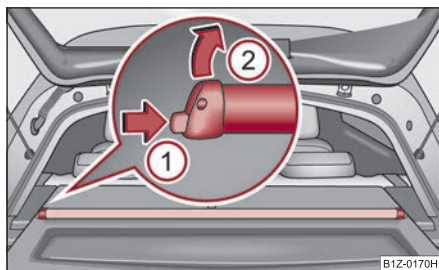

Fig. 69 Desmontar la cortinilla antisolar enrollable
- Desenganchar los elementos de fijación de la cubierta del maletero (C).
- Presionar el seguro en el sentido de la flecha (1) y sacar la cortinilla antisolar enrollable en el sentido de la flecha (2) ⇒ fig. 69. ■